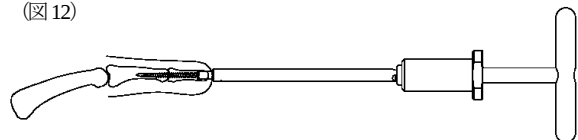

図 12
- 2) 1.5/2.0 スクリュー用抜去器の後端に T ハンドル (S) を取り付け、左回転でスクリューの抽出を行います。パワーツールを用いる場合は、必要に応じパワーピンアダプタ (S) を介して低速かつ左回転でスクリューの抽出を行います。スクリュー抽出時の喰い付き状況により、以降のスクリュー抽出が不確実になる場合があります。その場合は、新たなスクリュー抜去器をご使用下さい。抽出したスクリューは、抜去用ケーブルペンチでつかみ、1.5/2.0 スクリュー用抜去器から取り外します。（図 12）